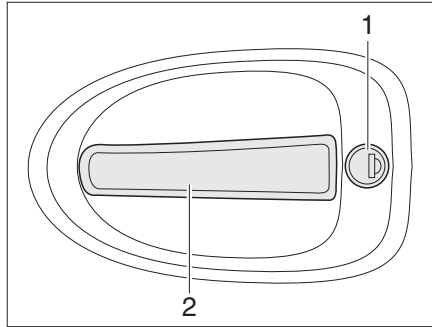

Bild 44 Dörrlås förardörr, utsida
- Stick in nyckeln i låscylindern (Bild 44,1) och vrid den ända tills dörrlåset har låsts upp.
- Drag i dörrhandtaget (Bild 44,2). Dörren är öppen.
- Stick in nyckeln i låscylindern (Bild 44,1) och vrid den ända tills dörrlåset har låsts.